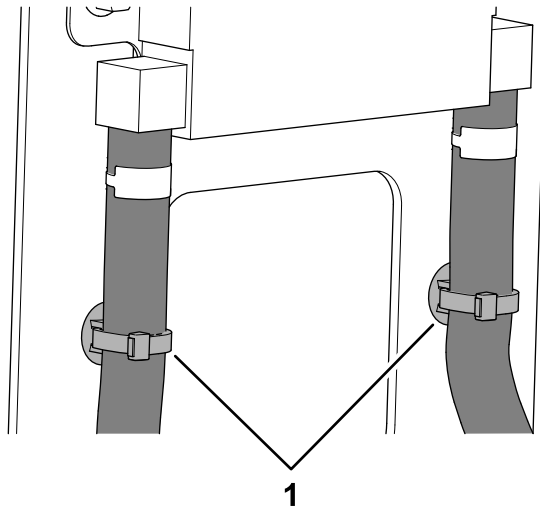

Bild 6
5. Sichern Sie die beiden Kraftstoffschläuche mit zwei Einsteckkabelbindern/-ankern (Bild 6) an der Kraftstoffkühlerhalterung.